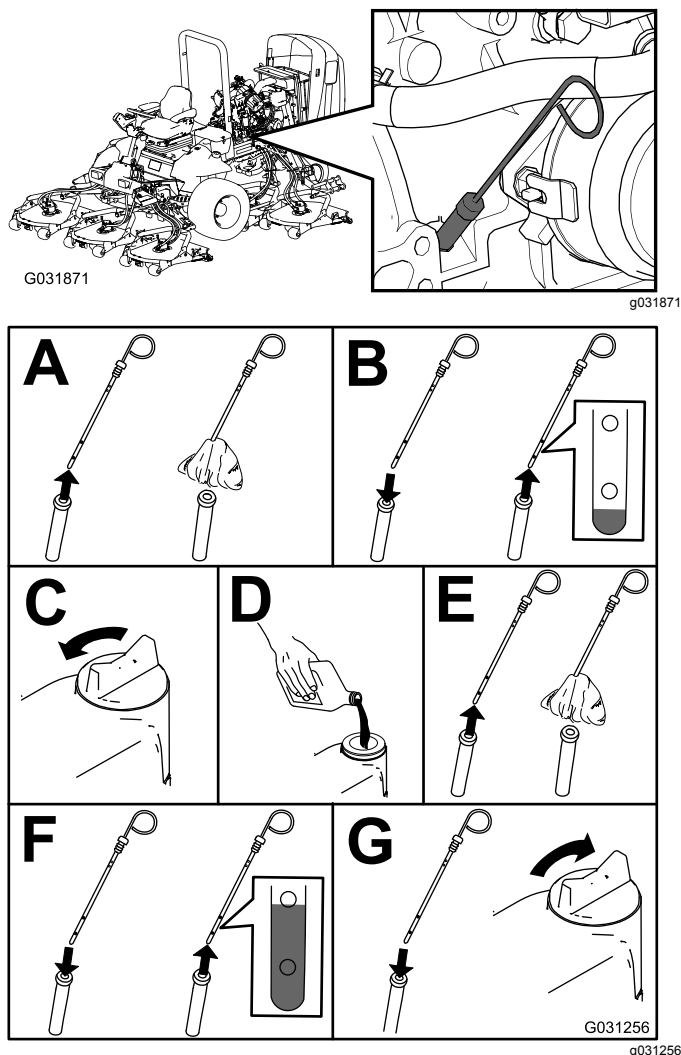

Figura 54
2. Verifique o nível de óleo do motor (Figura 54).